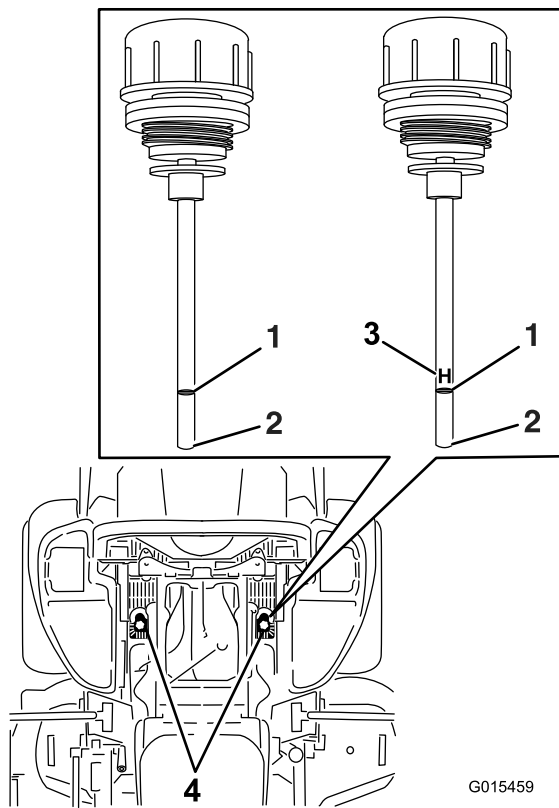

Bild 86
6. Reinigen Sie den Bereich um die Ölpeilstabe der Hydraulikanlagenbehälter (Bild 86).
7. Nehmen Sie einen Ölpeilstab aus dem Hydraulikbehälter heraus (Bild 86).
9. Ziehen Sie den Ölpeilstab heraus und schauen Sie das Ende an (Bild 86). Wenn der Ölstand an der Auffüllen-Marke liegt, gießen Sie langsam so viel Öl in den Hydraulikbehälter, um den Ölstand auf die Voll-Marke oder die **H**-Linie anzuheben.